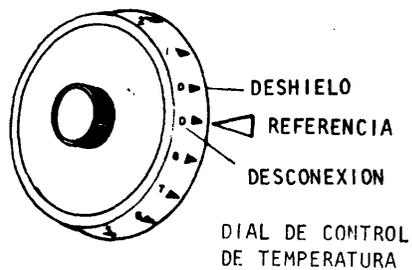

Fig. 4
- 6° paso *Gire el dial del control de temperatura hacia el mayor número del indicador (fig. 4).*